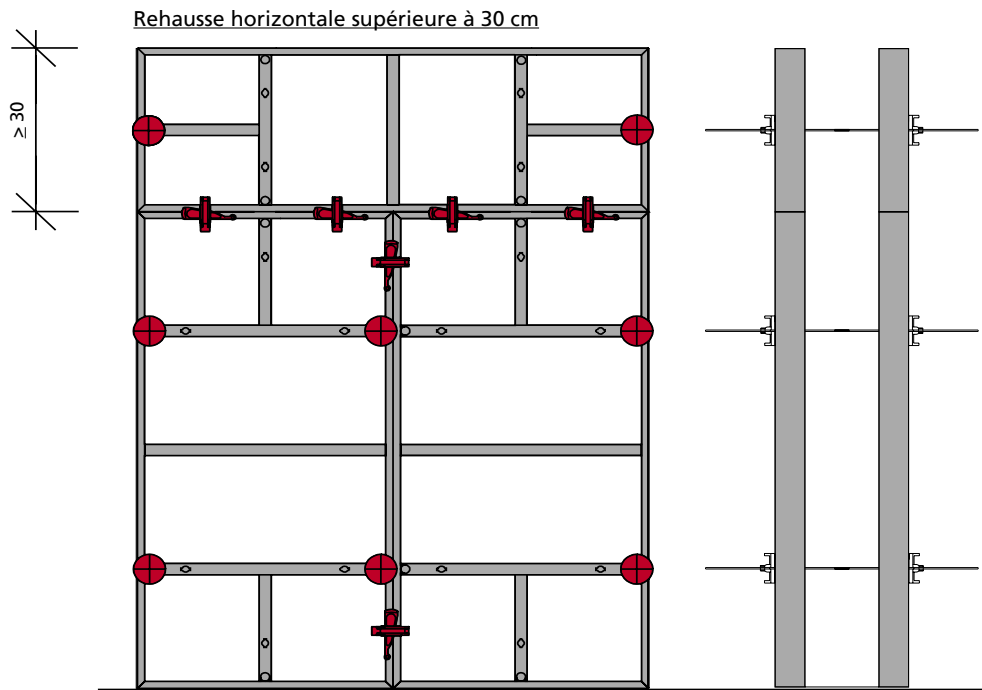

Fig. 12.1
■ Si la largeur du panneau de rehausse est supérieure à 30 cm, tous les passages de tiges doivent être utilisés (Fig. 12.1).